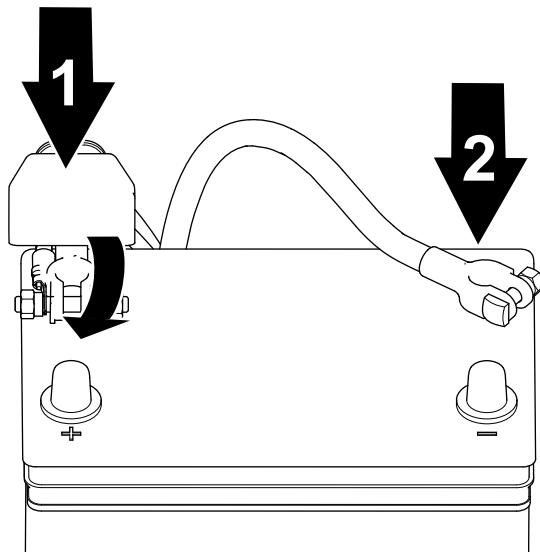

Рисунок 35
1. Подсоедините положительный кабель к аккумулятору и затяните зажимную гайку аккумулятора (Рисунок 35).
2. Подсоедините отрицательный кабель к аккумулятору и затяните зажимную гайку аккумулятора (Рисунок 35).